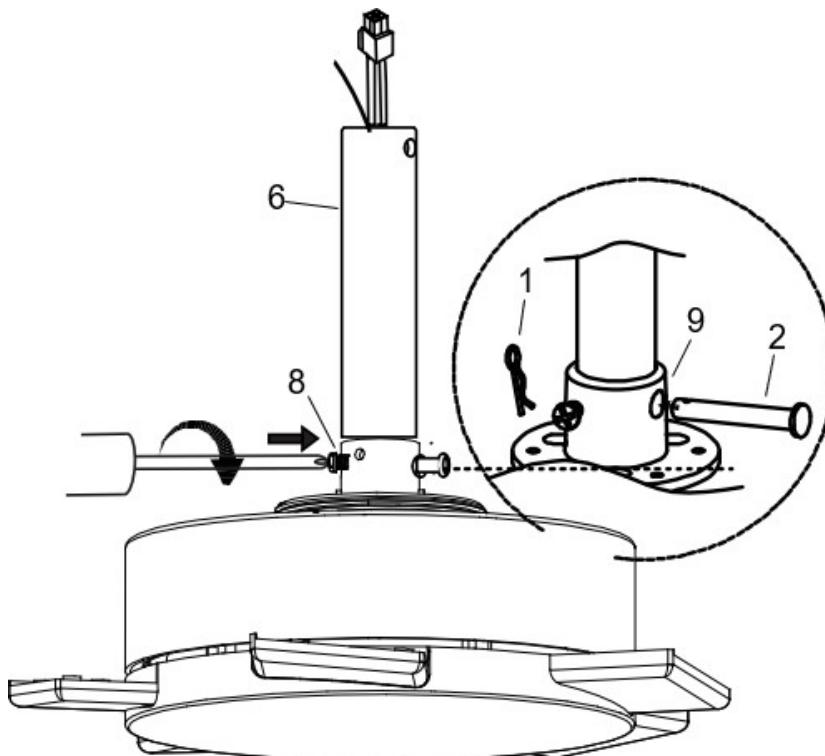

Рис. 4.4
3. Обережно протягніть дроти вентилятора вгору через нижню тягу (6). (рис. 4.4)
4. Встановіть тягу (6) в корпус муфти тяги (9), вставивши і вирівнявши отвори в корпусі муфти тяги з отворами в тязі, вставте зчпний штифт (2) і зафіксуйте його за допомогою стопорного затискача (1). (Мал. 4.4)
5. Зафіксуйте нижню тягу (6), затягнувши стопорні гвинти (8). (Рис. 4.4)